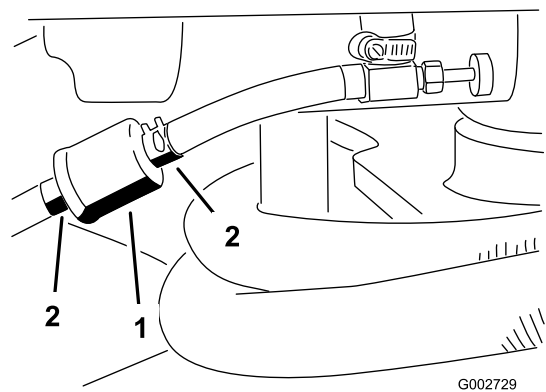

Bild 30
1. Schließen Sie den Kraftstoffhahn, lockern die Schlauchklemme an der Vergaserseite des Filters und ziehen die Kraftstoffleitung vom Filter ab (Bild 30).